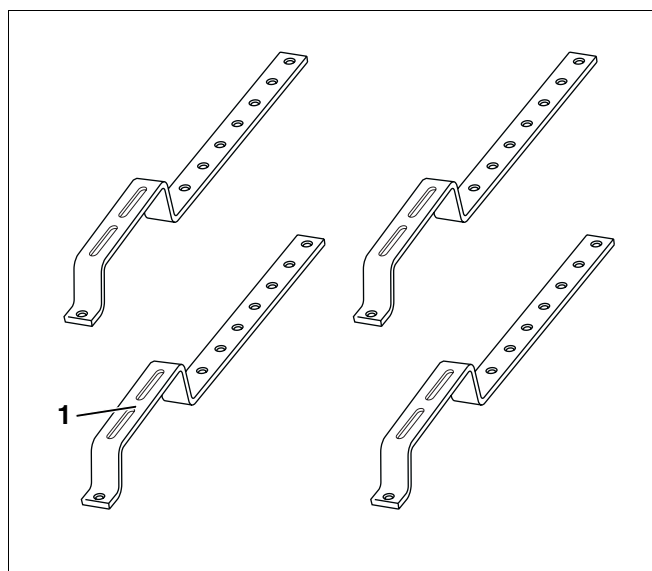

Fig. 7 Conjunto de montagem - Ganchos especiais de fixação para telhado – Acessório
4.2.6 Conjunto de montagem - Ganchos especiais de fixação para telhado (para telhado de ripas, de ardósia e de telhas planas; acessório; por colector) – Fig. 7